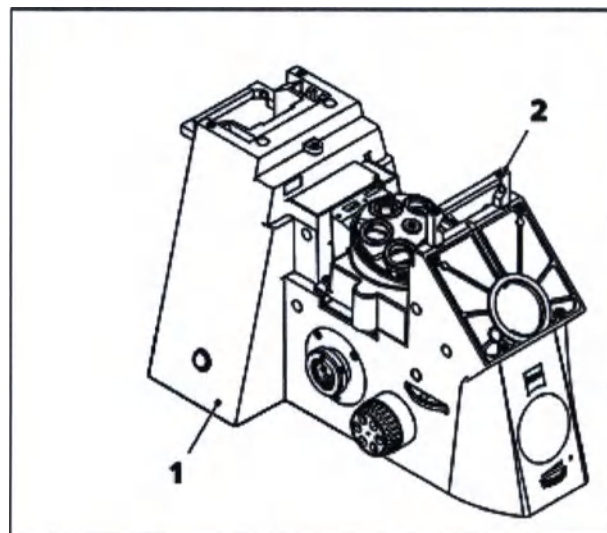

Рис. 13 Установка микроскопа
- Установите штатив (рис. 13/1) на устойчивую поверхность с низкой вибрацией.